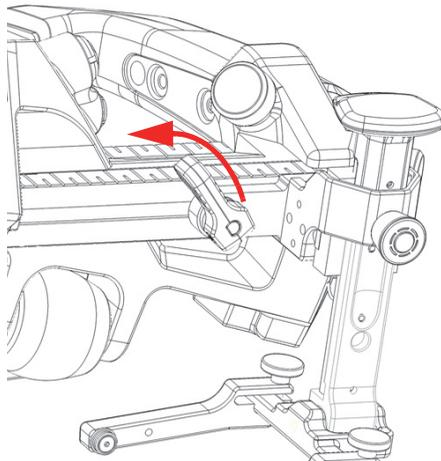

Figure 2-9 Levier de positionnement déverrouillé
1. Tournez le levier de positionnement dans le sens antihoraire pour déverrouiller le support de sonde (Figure 2-9 à la page 46).